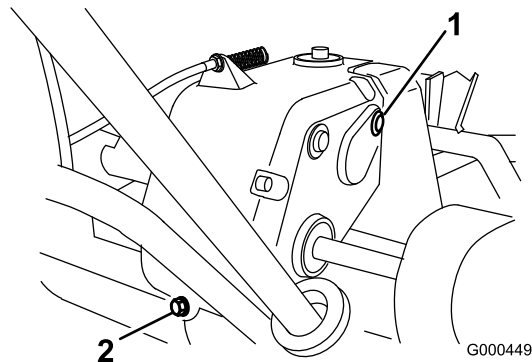

Bild 29
2. Nehmen Sie die Prüf-/Füllschraube aus der rechten Getriebeseite heraus (Bild 29).